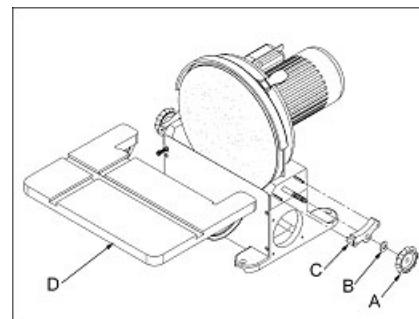

Рис. 2
Удалите с обеих сторон зажимные рукоятки (A, рис.2), шайбы (B) и поворотные сегменты (C).